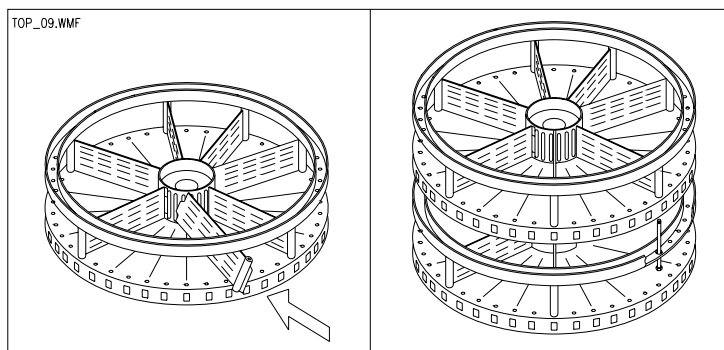

FIG. 9
3. En ajoutant des palettes de séparation: insérer les palettes dans le moyeu central du plateau FIG. 9.
4. Tourner le plateau qui se trouve sous le plateau dont on veut modifier le nombre des palettes de séparation, jusqu'au moment où le grand trou de la bague supérieure se trouve sous la palette de séparation qu'on veut ajouter FIG. 9.